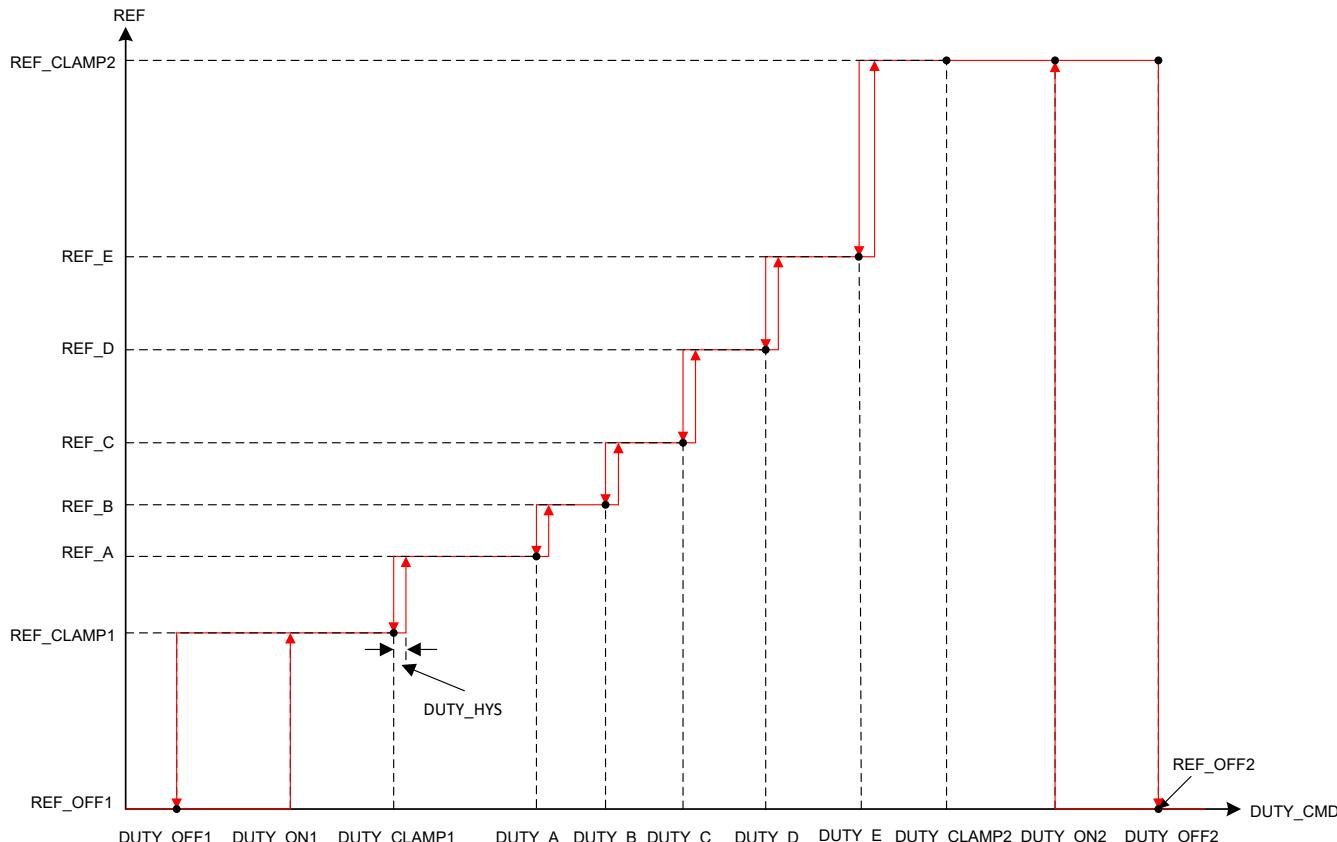

图 7-12. 阶梯控制曲线
- DUTY\_OFF1 和 DUTY\_ON1 配置基准控制输入 REF\_CLAMP1 和 REF\_OFF1 周围的迟滞，如图 7-12 所示。
- DUTY\_A 配置基准 REF\_A 的占空比命令。基准在 DUTY\_CLAMP1 处具有范围为 REF\_CLAMP1 至 REF\_A 的阶跃变化。DUTY\_A 到 DUTY\_E 的顺序必须与图 7-12 中所示的顺序相同。
- DUTY\_OFF2 和 DUTY\_ON2 配置基准控制输入 REF\_CLAMP2 和 REF\_OFF2 周围的迟滞，如图 7-12 所示。